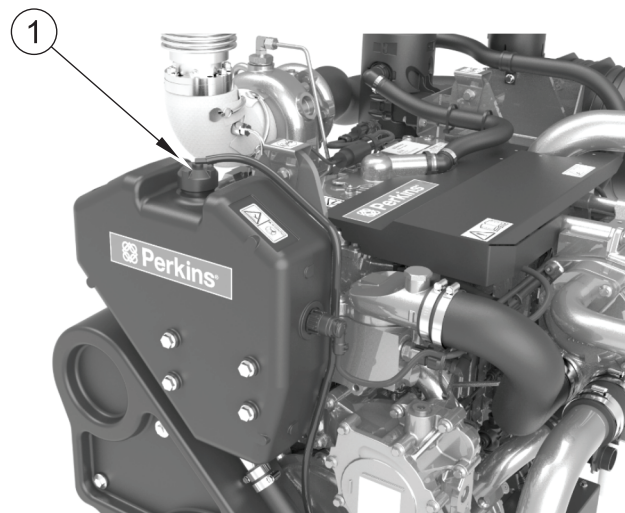

Figure 1
1. Enlevez le bouchon de remplissage (figure 1, repère 1) du vase d'expansion et versez lentement la quantité de liquide de refroidissement nécessaire jusqu'à ce que le niveau se trouve juste en dessous des tuyaux à l'intérieur du vase d'expansion.
1. Desserrez le bouchon de remplissage de liquide de refroidissement sur le vase d'expansion (figure 1, repère 1).